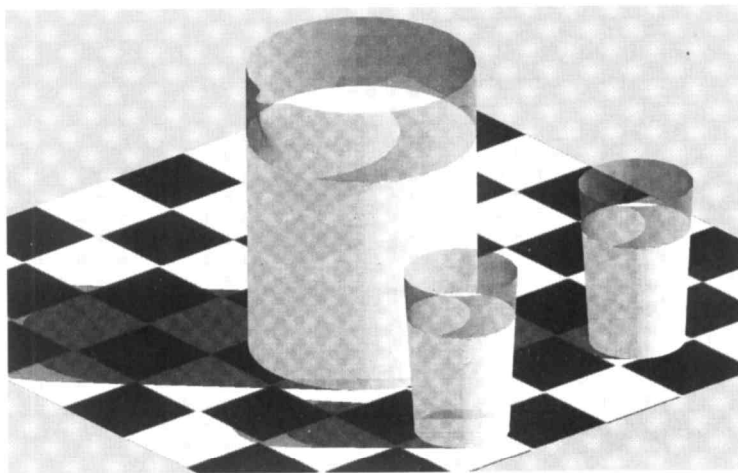
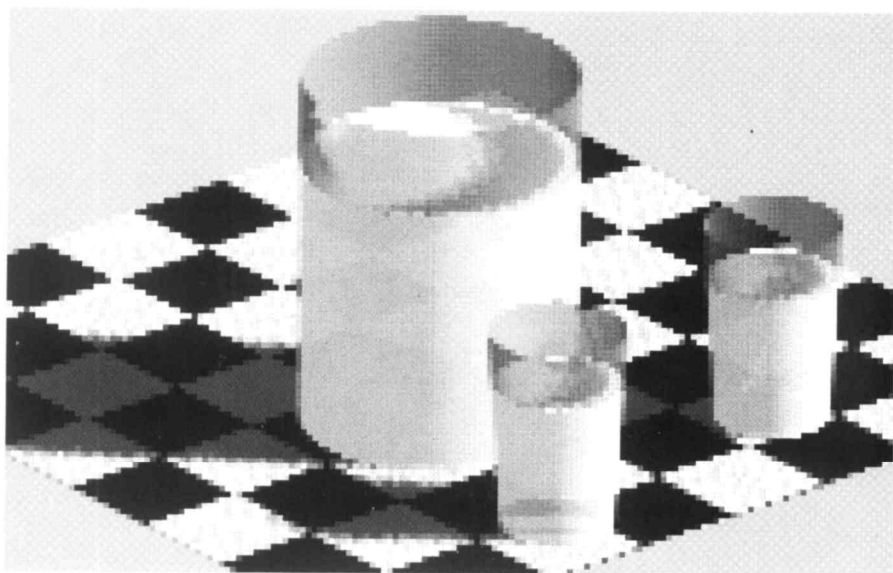

图 7-6
图 7-12
- Photo Real（照片级真实感渲染） 这种类型支持大多数的渲染特性，包括阴影、位图文件、透明材质以及配景对象，如图 7-6所示。
这一选项允许你渲染时只用屏幕像素的一部分以减少渲染的时间，但仍然保持渲染的各种效果，如阴影、透明和其他一些特性。下拉式列表框中的选项包括 1:1~8:1 的比例数据。缺省值为 1:1 的选项渲染质量最高，随着比例的增加，渲染质量降低，但渲染速度加快。图 7-12 是一个与图 7-6 相同场景的照片级真实感渲染例子，图 7-6 所用的采样比例为 1:1，图 7-12 所用比例为 8:1。